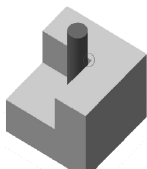
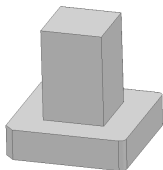

图 6-2 无法铣出的直角
图 6-3 清角电极
(1) 清角电极 如图 6-2 所示，模具零件的直角部位，因为铣刀是圆柱形，使用铣刀无法加工出直角，需要制作图 6-3 所示的清角电极。